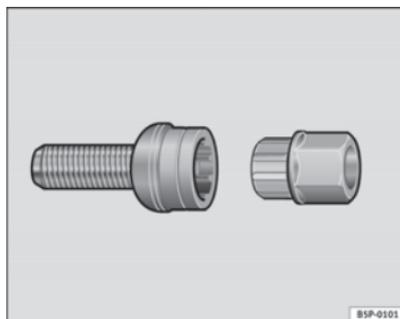

Abb. 199 Diebstahlhemmende Radschrauben
- Setzen Sie den Adapter bis zum Anschlag in der diebstahlhemmenden Radschraube ein ⇒ **Abb. 199**.